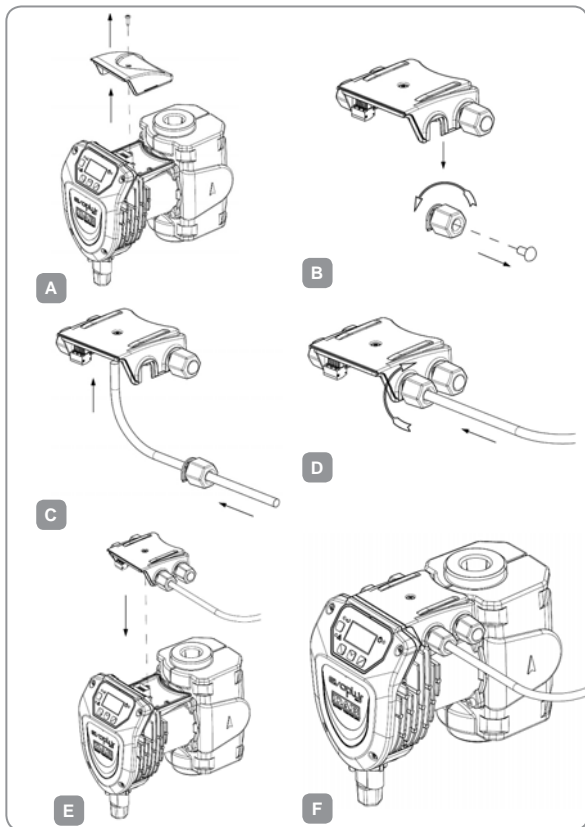

Figura 1: Procedura de instalare a modulelor de expansiune
Pentru a instala modulul de expansiune urmați instrucțiunile de la Figura 1:
- Îndepărtați acoperirea standard de pe **EVOPLUS SMALL**. Figura 1: [A].
- Utilizați una sau mai multe cleme de cabluri pentru a efectua conexiuni electrice la modulul de expansiune. Figura 1: (B) – (C) – (D).
- Poziționați modulul de expansiune în locul acoperirii standard și închideți din nou. Figura 1: (E) – (F).